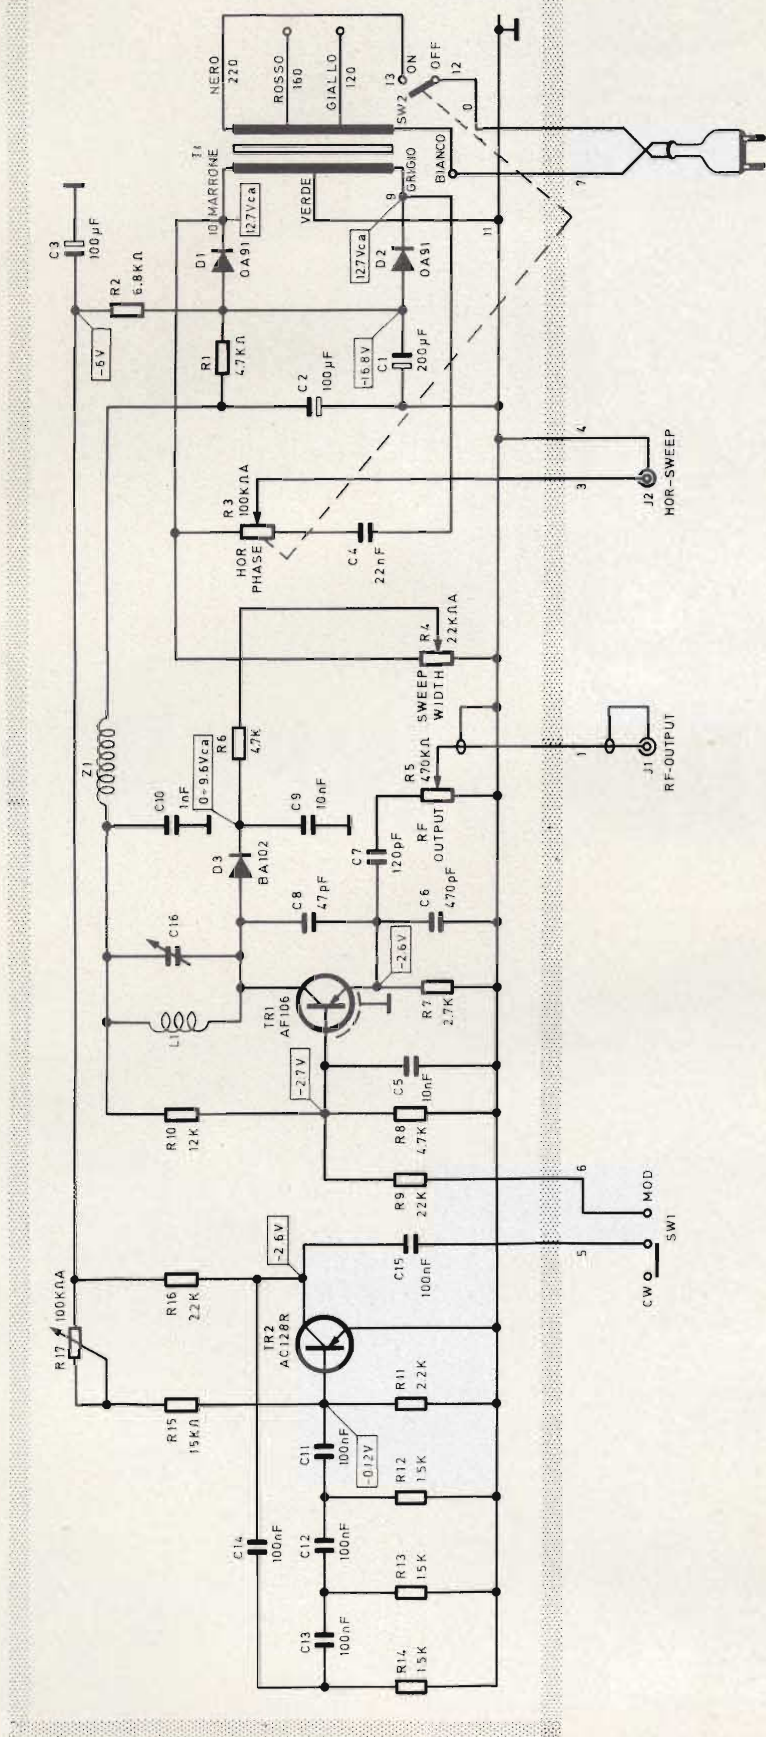

Fig. 1 - Schema elettrico.
Il circuito di questo generatore sweep, visibile in fig. 1, è completamente transistorizzato ed è composto da:
- Collegare il terminale nero --- 220 Vc.a. — del primario di T1 al terminale 13 del potenziometro R3. Quando la tensione di rete disponibile sia diversa collegare il terminale corrispondente identificabile nello schema elettrico, (fig. 1). Isolare i terminali che non vengono adoperati.